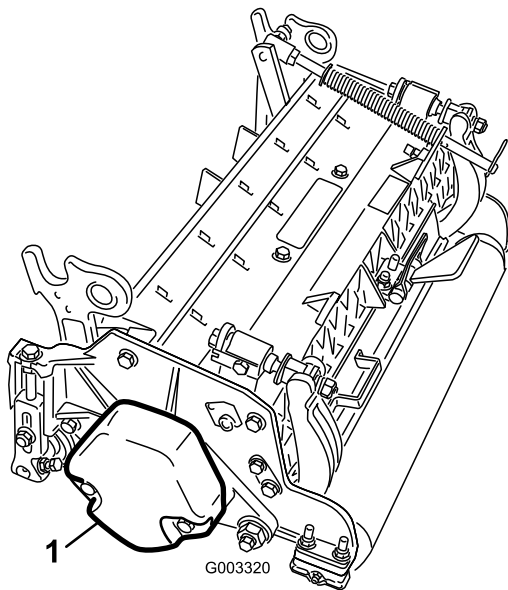

図 8
4. カウンタウェイト(図 8) を、決められている側に取り付ける；カッティングユニットのオペレーターズマニュアルを参照。